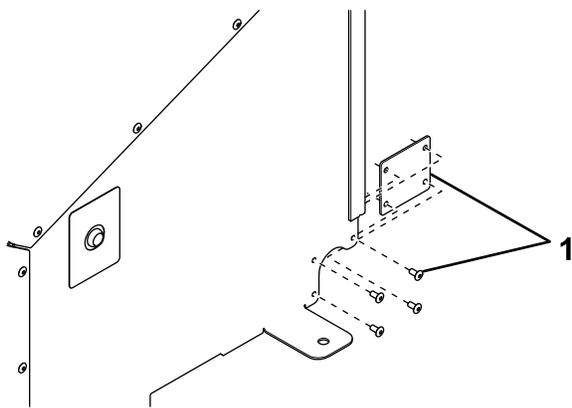

Figura 3
9. Retire y deseche la tapa del anillo de goma, en el lado derecho de la cubierta trasera (Figura 3).